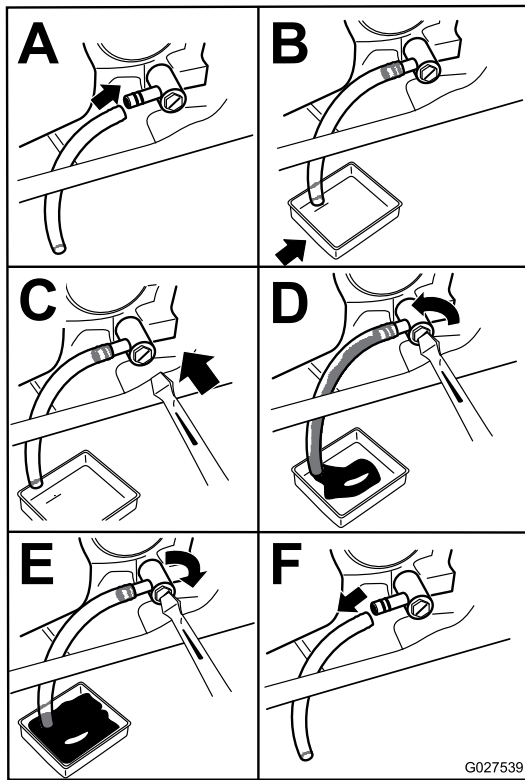

Figure 31
4. Vidangez l'huile moteur (Figure 31).